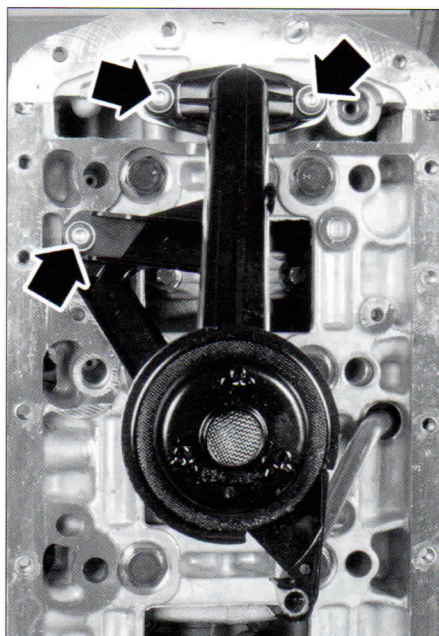

FIG. 12
- desmontar los tornillos de fijación del filtro (fig. 12).